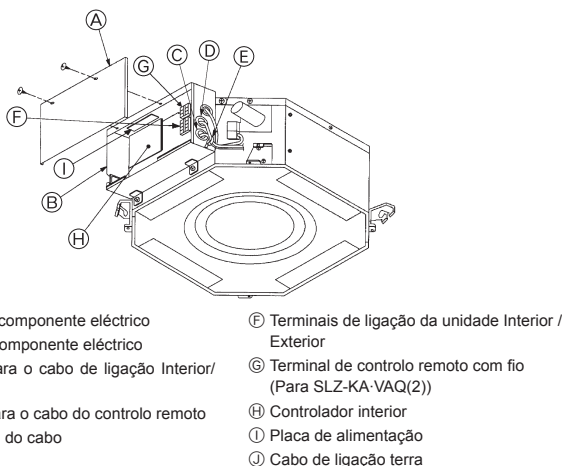
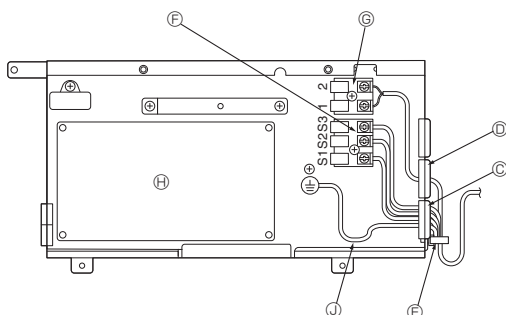

Fig. 7-2
Fig. 7-3
7.2. Unidade exterior (Fig. 7-2) (Fig. 7-3)